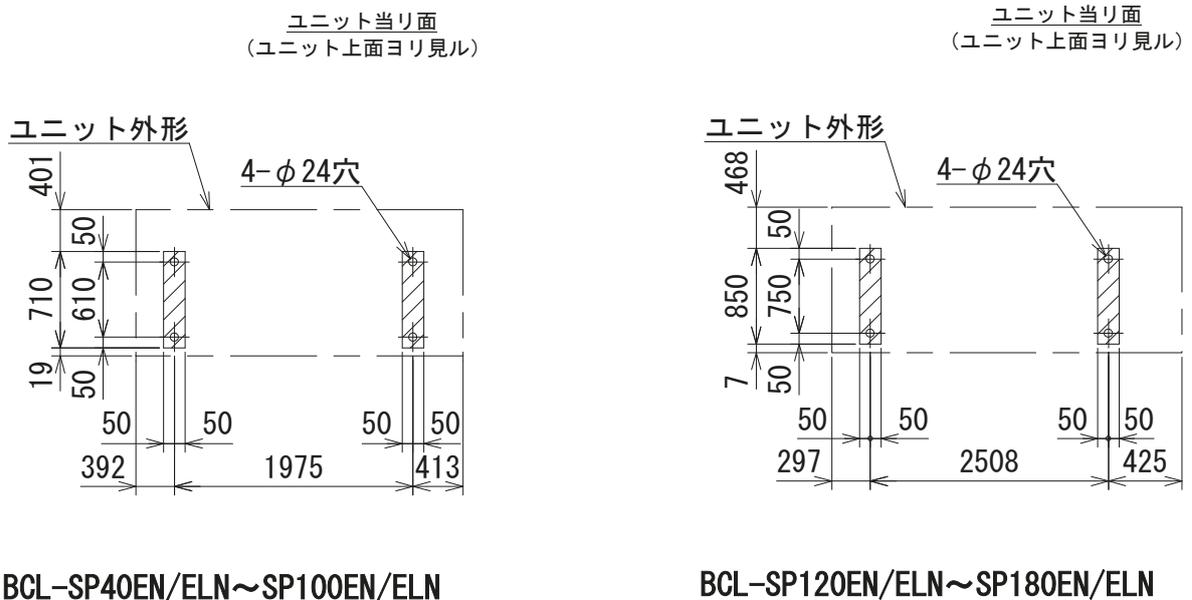

図2-2 基礎図
- ① ユニットの基礎(図2-2)はコンクリートまたは鋼製とし、運転重量に充分耐えうるものでなければなりません。水平度は3mm/1000mm以内として下さい。
- ② ユニットの基礎(図2-2)はコンクリートまたは鋼製とし、運転重量に充分耐えうるものでなければなりません。水平度は3mm/1000mm以内として下さい。
- ③ ユニットの基礎(図2-2)はコンクリートまたは鋼製とし、運転重量に充分耐えうるものでなければなりません。水平度は3mm/1000mm以内として下さい。